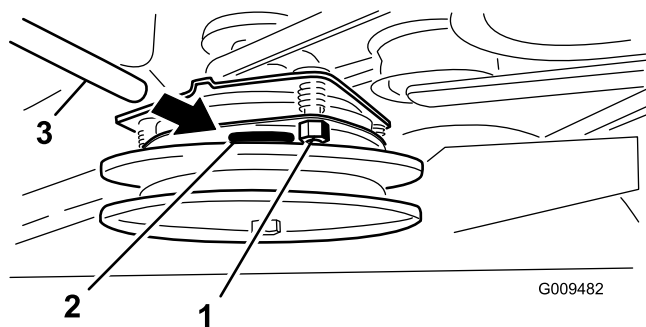

Figura 53
2. Si no es correcto, ajuste el entrehierro a 0,381 mm en cada una de las tres posiciones de la ranura de ajuste. Apriete las contratuercas hasta fijar ligeramente la galga pero dejando que ésta se pueda mover con facilidad en la separación (Figura 53).